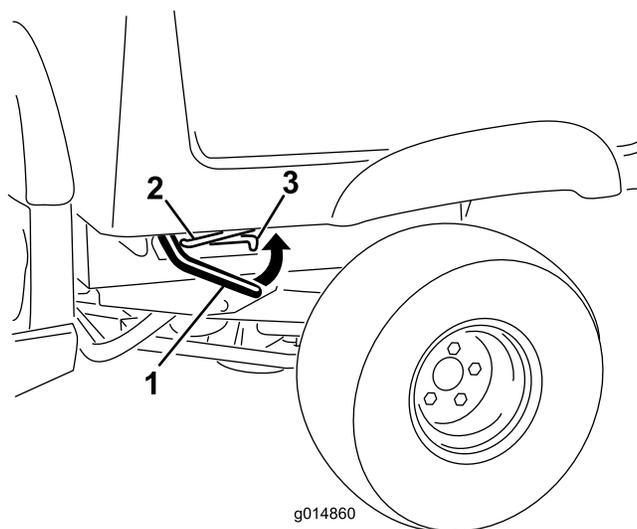

Figura 10
1. Alzate le leve ai lati del cassone e sollevatelo (Figura 10).
2. Tirate l'asta di supporto nella fessura di arresto per ancorare il cassone (Figura 10).